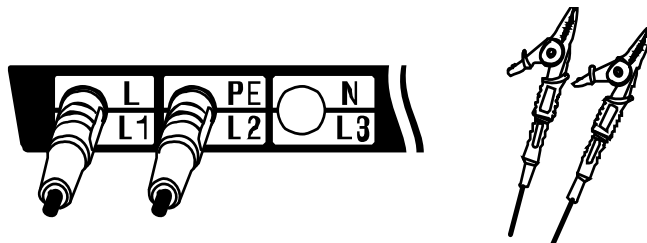

Fig.9-1
2. Conecte los cables de prueba al instrumento. (Fig.9-1)